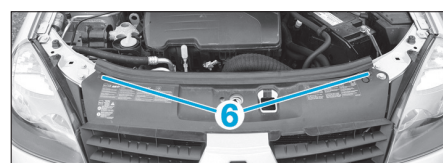

Fig. 6
- Déposer les deux agrafes de fixation supérieure (6) du bouclier (Fig.6).